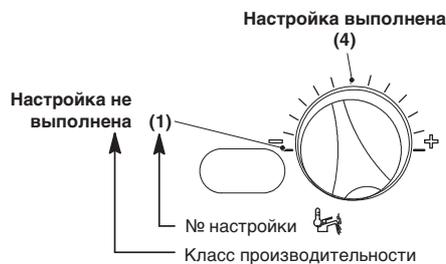

Рис. 34
- 1 Чтобы изменить настройку, поверните регулятор температуры горячего водоснабжения и установите его в **выбранное положение** (на рисунке, например, ручка установлена на **Внешний водонагреватель** или **Только отопление**) (Рис. 34).